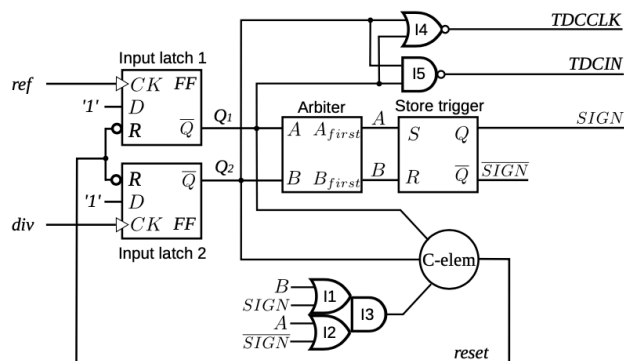

Figure 4
- Sous Cadence, ouvrir la cellule BBPFD, vue Schematic fourni par l'enseignant. Observer le schéma et comparer avec le schéma de la Figure 4.